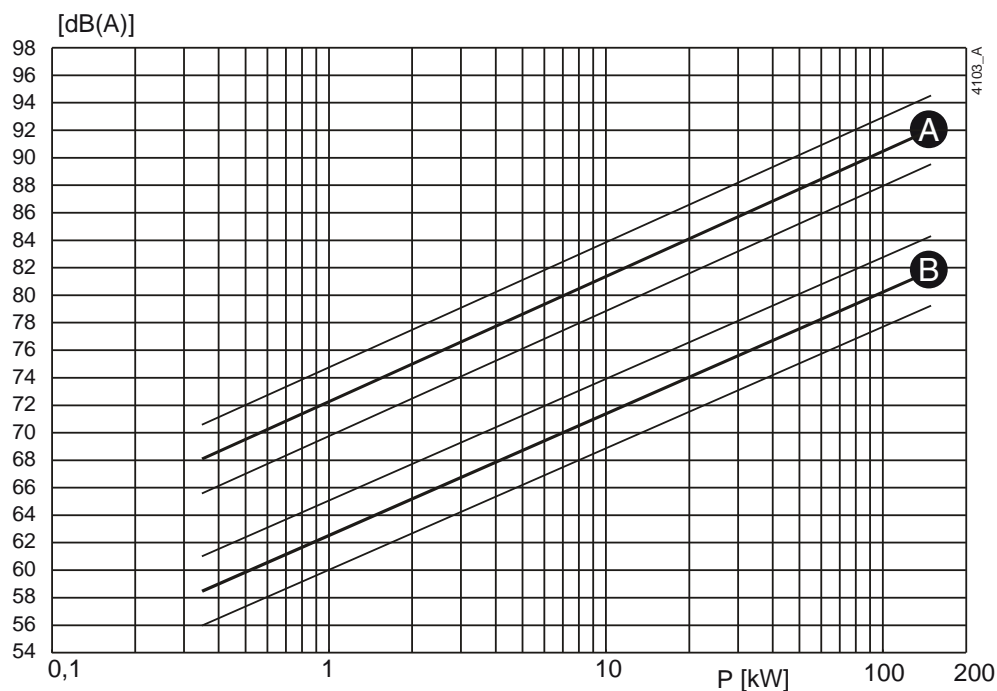
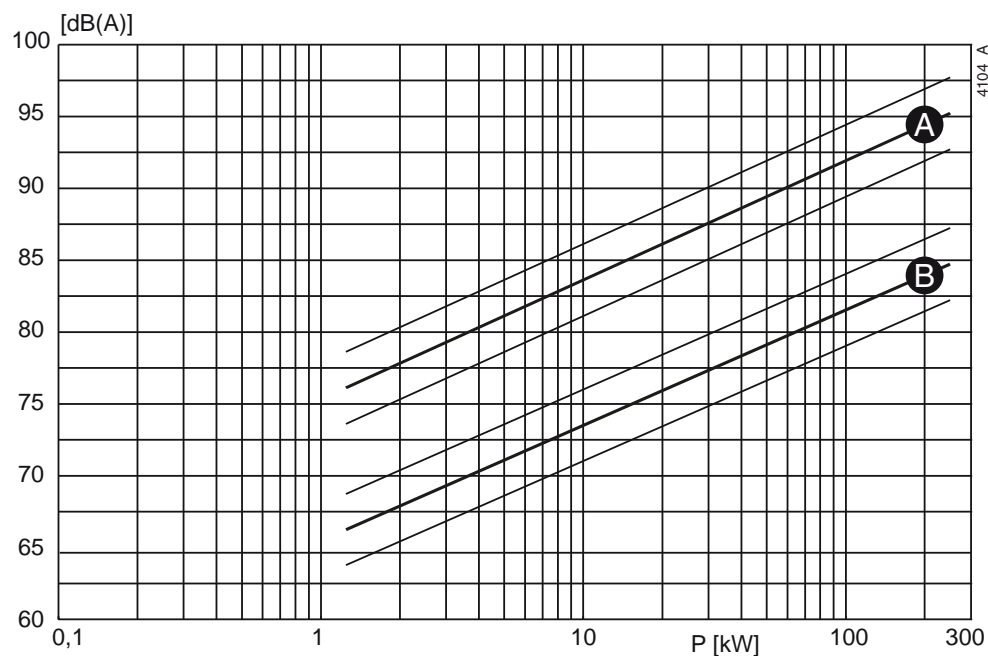

Рисунок 43: Зависимость уровня шума от мощности насоса [кВт] при 1450 об/мин⁻¹
Рисунок 44: Зависимость уровня шума от мощности насоса [кВт] при 2900 об/мин⁻¹
- 1 Определите уровень шума ($L1$) насоса, см. рисунок 43 или рисунок 44.